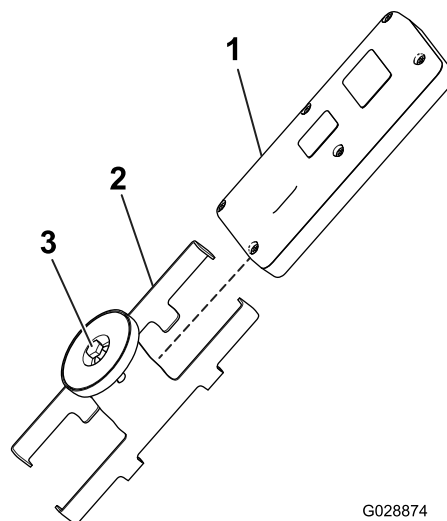

Figure 25
5. Placez la télécommande portable dans le support magnétique, réunissez les deux moitiés pour fixer la télécommande et serrez le boulon dans l'aimant (Figure 25).